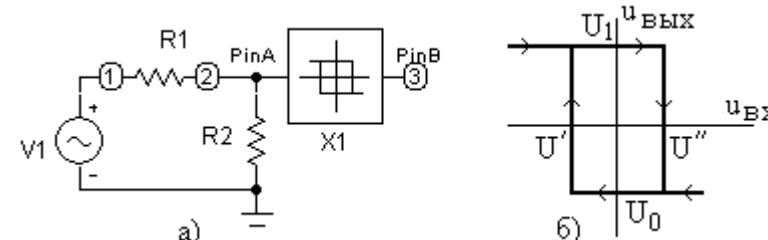

Рис. 1.25
1.9.3. Соберите цепь, показанную на рис. 1.25а, содержащую источник гармонического сигнала и электронное устройство, которое называют «триггер Шмидта» (это макрос с именем Schmitt). Его передаточная характеристика по постоянному току  $u_{вых}(u_{BX})$  гистерезисного типа показана на рис. 1.25б и описывается четырьмя основными параметрами модели  $x_1 = U'$ ,  $x_2 = U''$ ,  $y_1 = U_1$  и  $y_2 = U_2$ , стрелки показывают направление изменения входного напряжения.